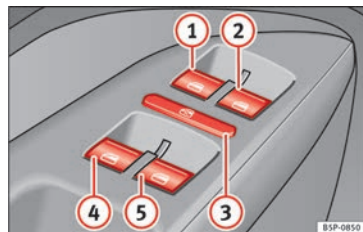

Abb. 55 Ausschnitt aus der Fahrertür: Bedienelemente für vordere und hintere Fenster.
Die Tasten » Abb. 55 ① und ② haben zwei Stufen zum Öffnen und zwei zum Schließen des Fensters. Dadurch ist es einfacher, die Öffnungs- und Schließvorgänge zu kontrollieren.